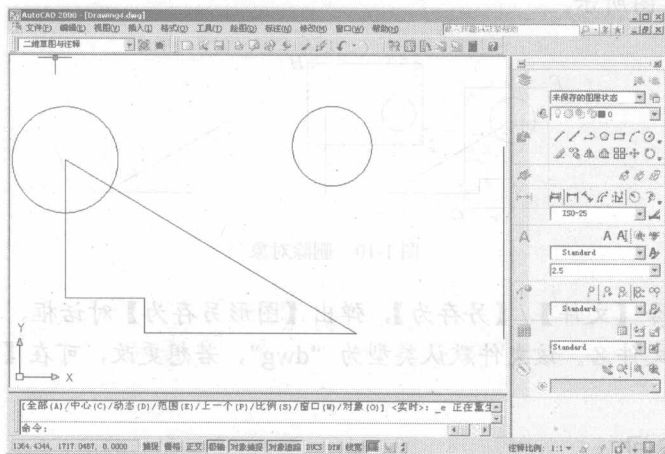

图 1-8 全部显示图形
11. 单击绘图窗口右边【面板】上的按钮, 图形又全部显示在窗口中, 如图 1-8 所示。